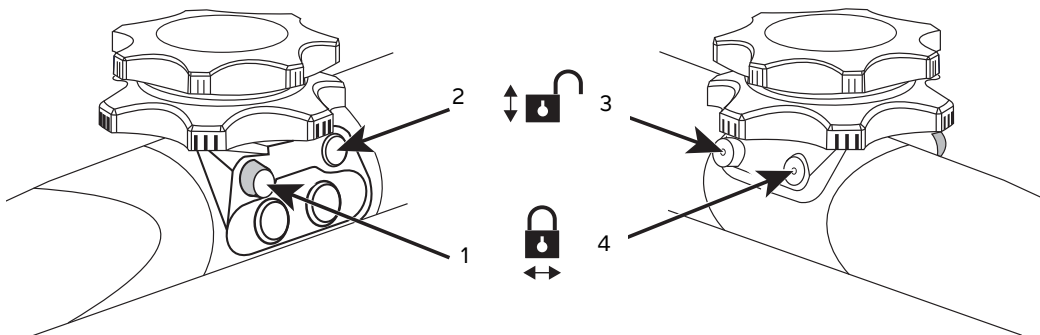

Abbildung 2-5 Bedienung der Flexionsbremse des distalen Endes
Die Flexionsbremsen sind die blauen Knöpfe, die durch die Mitte des Griffs verlaufen. Die anteriore/posteriore Bremse befindet sich näher am Befestigungsring und die linke/rechte Bremse befindet sich näher am distalen Ende der Schallsonde (siehe **Abbildung 2-5**).
- ▶ Um beim Einführen oder Entfernen der Schallsonde eine Verletzung der Speiseröhre zu vermeiden, müssen sich die Drehregler im frei beweglichen, neutralen und ungebremsten Zustand befinden. Siehe **Abbildung 2-5** auf Seite 2-9.